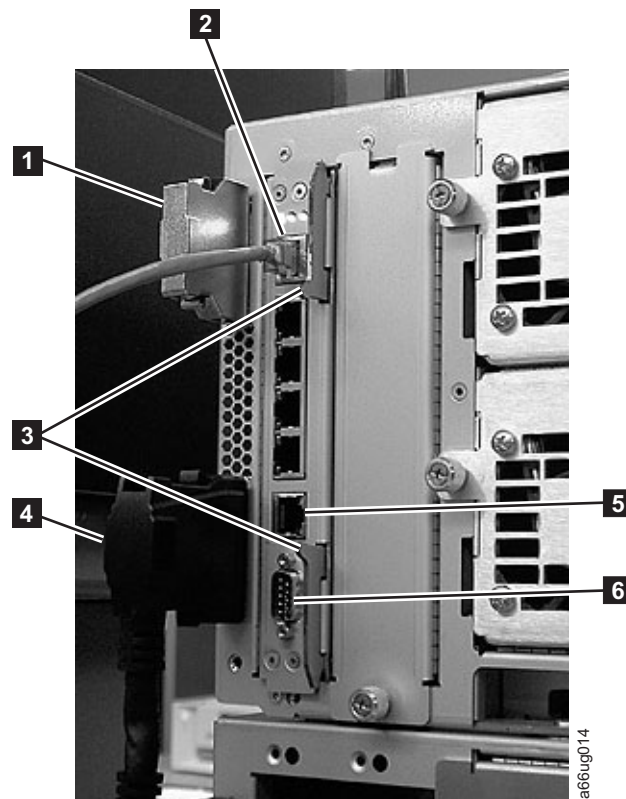

Abbildung 11-6. Kassettenarchiv-Steu-Blade
- Trennen Sie auf dem Kassettenarchiv-Steu-Blade (siehe Abb. 11-6) das Ethernet-Kabel (**2** in Abb. 11-6). Drücken Sie hierzu die Zunge zusammen, um das Kabel zu lösen, und ziehen Sie dann den Stecker aus dem Kassettenarchiv-Steu-Blade.
Anmerkung: Unter dem Ethernet-Kabel befinden sich sechs Anschlussbuchsen. Die vier obersten Anschlussbuchsen sind für die zukünftige Verwendung reserviert. Die beiden untersten Anschlussbuchsen sind ein Ethernet-Port (**5** in Abb. 11-6) und ein serieller Port (**6** in Abb. 11-6) und für die Verwendung durch den IBM Kundendienst reserviert.
- Fassen Sie die beiden Verriegelungen (**3** in Abb. 11-6) nahe an der Ober- und Unterseite des Kassettenarchiv-Steu-Blades an. Drücken Sie die Verriegelungen gleichzeitig nach links, und ziehen Sie sie dann heraus und vom Kassettenarchiv-Steu-Blade weg.